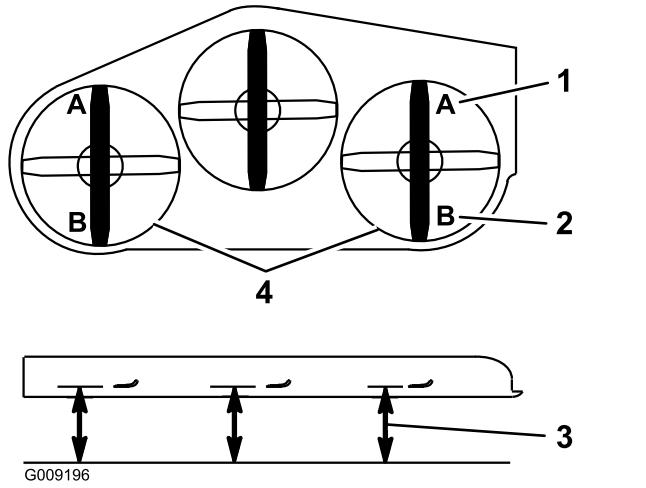

Figura 97
- En ambos lados de la carcasa, mida desde la superficie nivelada hasta la punta delantera de la cuchilla (Posición A), según se muestra en Figura 97.
15. En ambos lados de la carcasa, mida desde la superficie nivelada hasta la punta trasera de la cuchilla (Posición B), según se muestra en Figura 97.